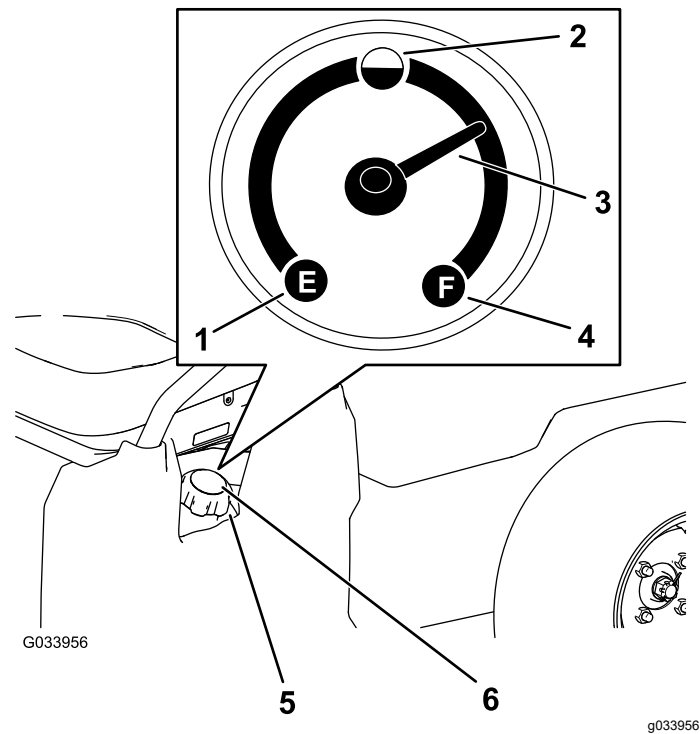

Figura 12
4. Limpie la zona alrededor del tapón del depósito de combustible (Figura 12).